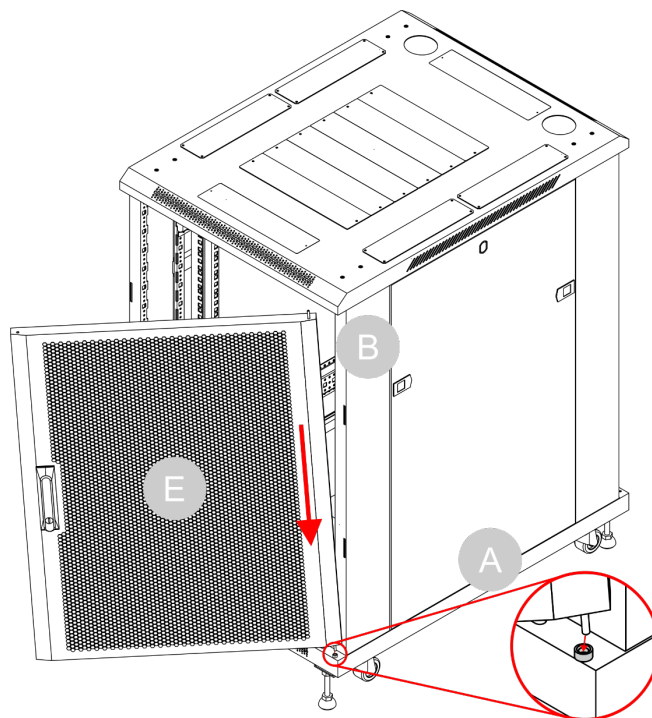

Fig. 40
- 24) Posizionare la **porta a rete (E)** davanti al **telaio (B)**, in modo che il perno sul fondo della **porta a rete (E)** si inserisca nell'anello e nel foro della **piastra inferiore (A)**, come illustrato nella Fig. 40.